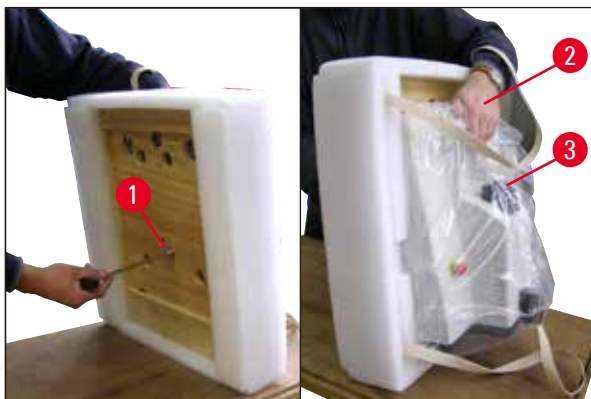

Fig. 5
- Inclinarse el equipo junto con la placa de base (→ Fig. 5): sujetar el equipo con una mano en el molde (→ Fig. 5-2) para el baño tampón. ¡NUNCA elevarlo ni sujetarlo por el cabezal de corte (→ Fig. 5-3)! Con la llave hexagonal suministrada, soltar el tornillo n.º 8 (→ Fig. 5-1) y retirar la placa de base.